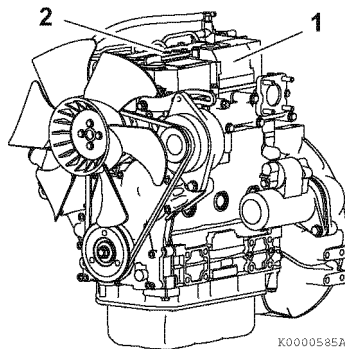

Рисунок 4
Типовое расположение информационной таблички контроля выбросов показано на **(Рисунок 4, (1))**.
Типовое расположение заводской таблички двигателя показано на **(Рисунок 4, (2))**.